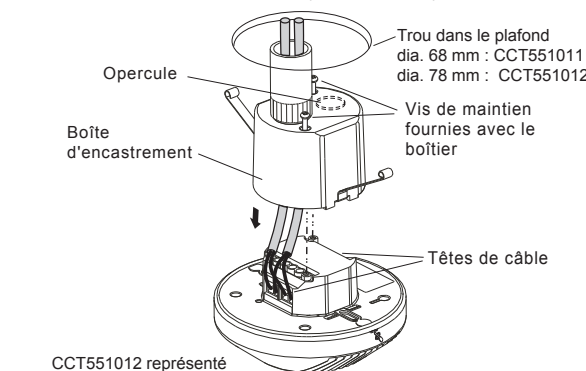

FIG. 11
3.3.2.2 Ouvrir l'opercule de la boîte d'encastrement à l'aide d'un tournevis si l'utilisateur souhaite utiliser les deux tubes, alors fixer les tubes puis y faire passer le câble d'alimentation (voir FIG. 11).